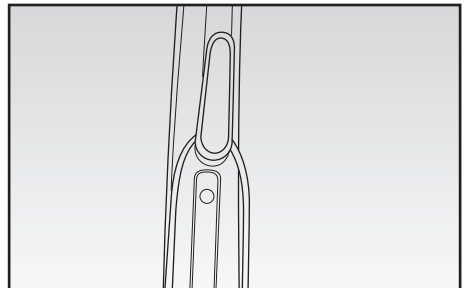

Abb. 10
- Das Gerät wieder zusammensetzen und wegräumen, nachdem das Kabel um den Aufwickler (N) auf der Rückseite gewickelt wurde (Abb. 10).